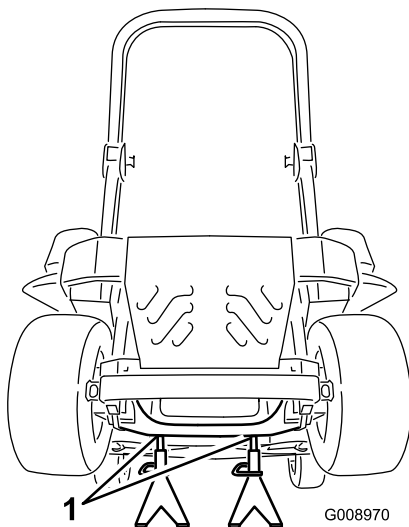

Figure 111
3. Soulevez la machine sur des chandelles (Figure 111).
9. Retirez les chandelles et abaissez la machine (Figure 111).